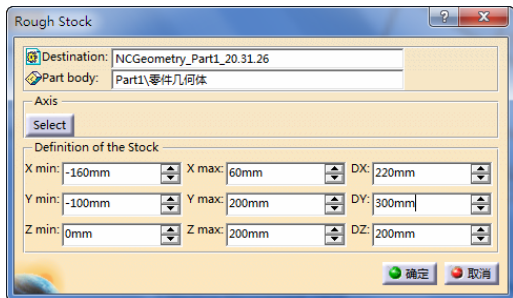

图 4-81 “Rough Stock”对话框
2) 在图形区, 一个线框包围着整个零件, “Rough Stock”对话框下部将显示毛坯尺寸, 编辑相关尺寸如图 4-81 所示。